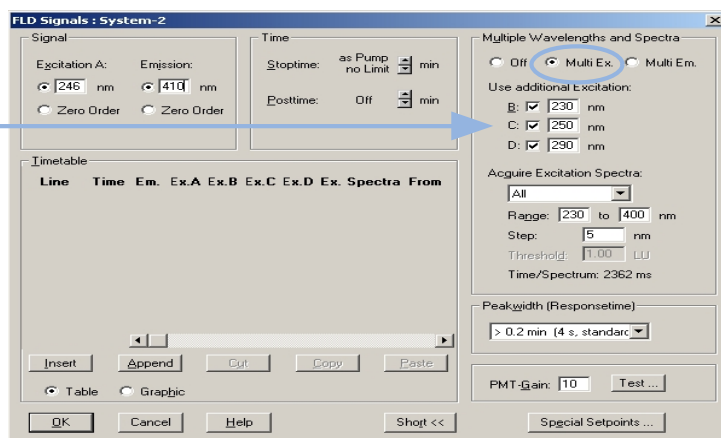

Figura 26 Parametri del rivelatore FLD
- 2 Impostare i valori di regolazione del rivelatore FLD secondo quanto indicato in Figura 26, pagina 75.